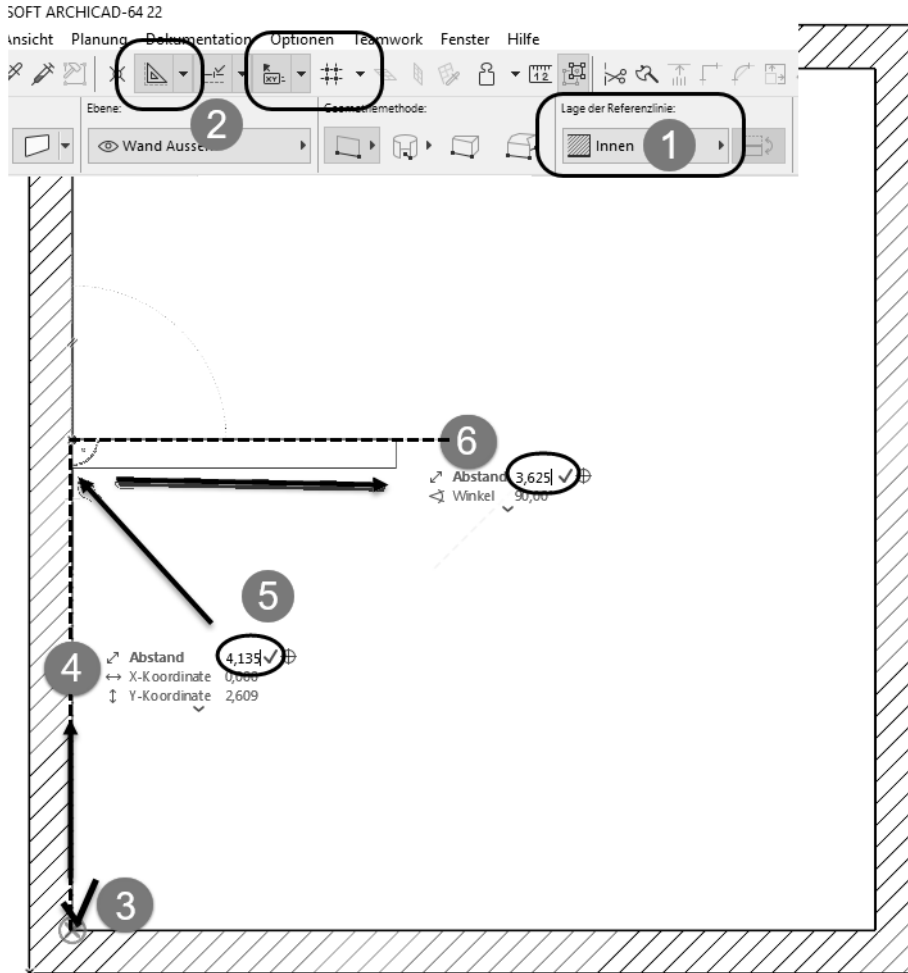

Abb. 1.33: Koordinateneingabe entlang Hilfslinie und TRACKER-Eingabe für zweiten Punkt einer Wand (RMK – Rechts-Maus-Klick)
3. fahren Sie die Ecke unten links an (Abbildung 1.33), bis das Häkchensymbol erscheint und die Wand-Innenecke hellblau umkringelt wird,